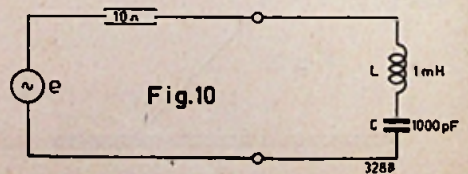

Fig.10
④ Een generator met een emk e en een inwendige weerstand van 10Ω wordt zoals aangegeven in fig. 10 aangesloten op een seriekring, bestaande uit een spoel met een coëfficiënt van zelfinductie van 1 mH en een condensator met een capaciteit van 1000 pF . e verandert sinusoidaal met de tijd en heeft een amplitude van 10 volt .